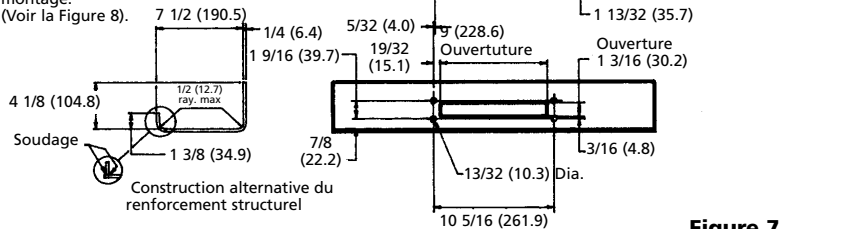
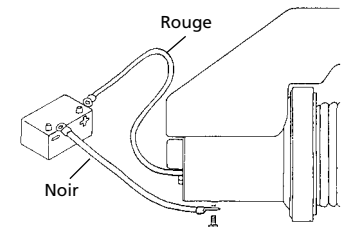

Figure 7
Figure 10
Si vous n'utilisez pas de plaque de montage Superwinch, consultez la Figure 7 pour vous aider à construire un système de montage.
2. Connectez le long fil de couleur noir (voir la Fig. 10) au carter du moteur. Montez le treuil sur la plaque de base du kit de montage ou sur la monture que vous avez conçue (voir la Fig. 7).